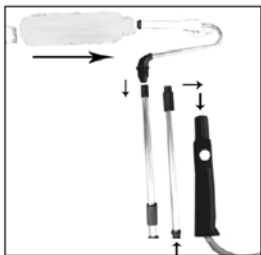

рис. 1
- Соберите изделие как показано на рис. 1.